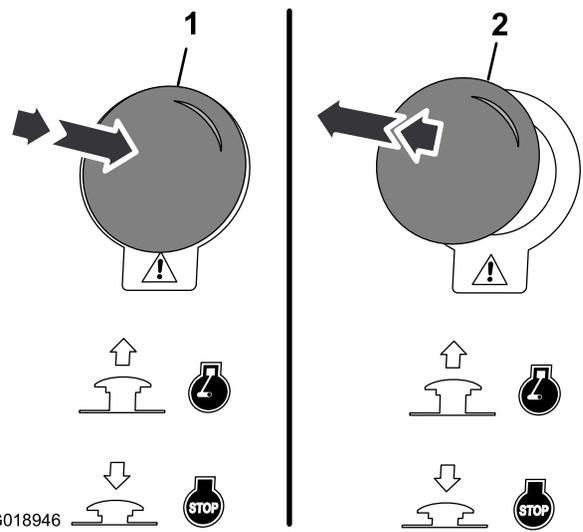

Figure 15
1. Appuyez sur le bouton d'arrêt d'urgence pour arrêter immédiatement la machine (Figure 15).